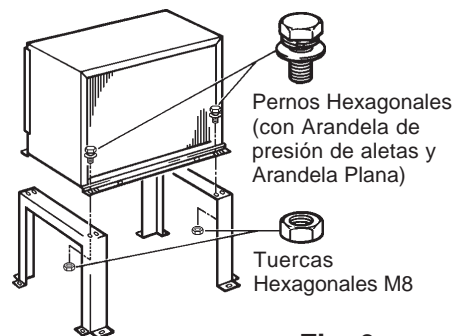

Fig. 6
1) Asegure las Patas a la Unidad de Condensación con 8 Pernos Hexagonales M8 x 16 mm y 8 Tuercas Hexagonales M8 como se muestra en la ilustración. Ver Fig. 6.